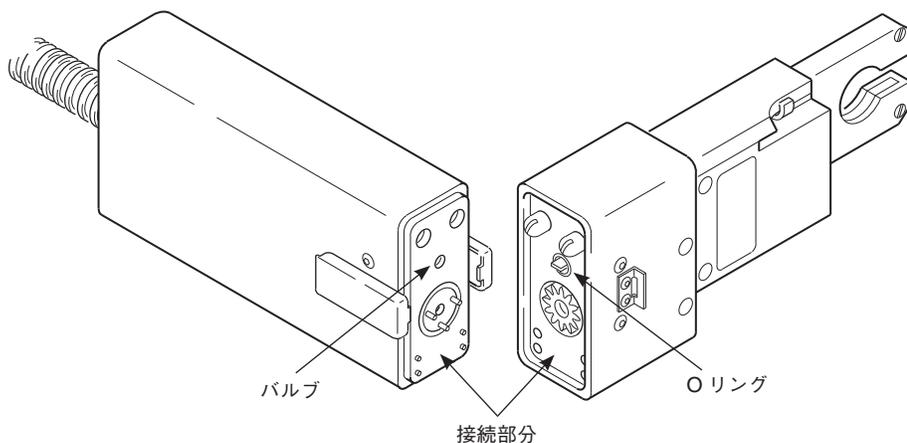

図5：Oリングおよび接続部分
2. マイクロ・ウェルド・ヘッドのシールド・ガス・ポートの所定の位置に、Oリングが取り付けられていることを確認します (図5)。Oリングは、ガス・ポートをシールします。ポート内のバルブが開状態になると、モーター・モジュールにガスが流れます。マイクロ・ウェルド・ヘッドがモーター・モジュールに正しく接続されていると、バルブは開状態になります。
3. マイクロ・ウェルド・ヘッドとモーター・モジュールの接続面の位置合わせを行います (図5)。
ローターが完全にホーム・ポジションに戻ってから、溶接を開始してください (図5)。ローターが完全にホーム・ポジションに戻っていない状態でアークが発生した場合、ウェルド・ヘッドが損傷するおそれがあります。